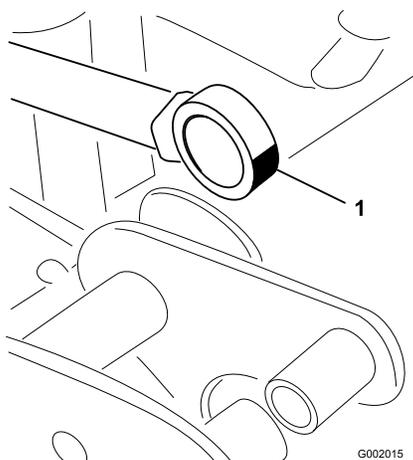

Figura 46
5. Manipolare il lato cuscinetto dell'asta dell'attuatore ed inserire il grasso nel cuscinetto (Figura 46). Tergere il grasso superfluo.